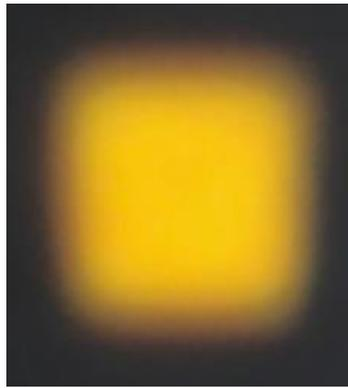

Abbildung 10: Rechteckige Intensitätsverteilung der LED auf einer Wand
3. Richten Sie die LED auf eine entfernte Wand und überprüfen Sie ob ein rechteckiger heller Fleck, wie in Abbildung 10, zu sehen ist. Falls nicht, lockern Sie den Feststellring und drehen Sie am Tubus, der eine Linse enthält, bis ein rechteckiger heller Fleck zu sehen ist. Warum wollen Sie ein Rechteck sehen?